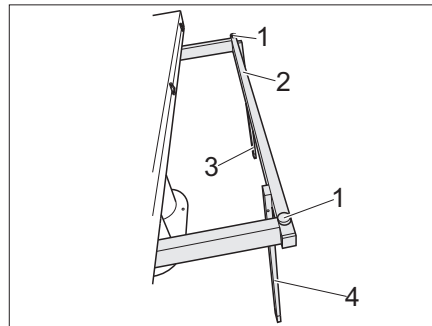

Bild 108 Ställ stöden upprätt
- Dra ut (Bild 108,2) bordsstödet.
- Ställ stöden (Bild 108,3 och 4) upprätt.
- Ställ in önskad höjd på bordsskivan med de två justerskruvarna (Bild 108,1).